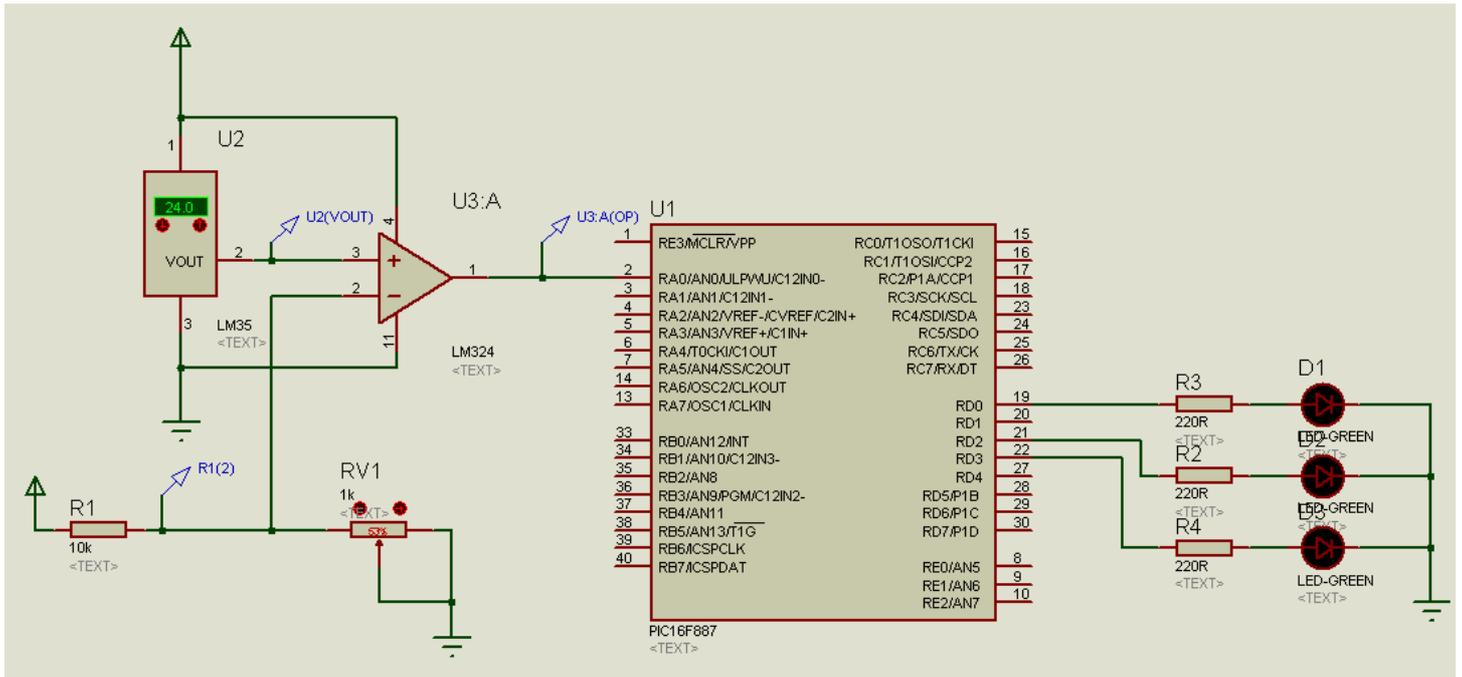

Figura 7.2
**Realizar el siguiente programa y simularlo en PROTEUS , utilizando el circuito de la figura 7.2 El programa lee el valor de la entrada conectada a RA0 cada 20ms, el cual es 1 si la el valor leído por el sensor LM35 es mayor a 25° y cero en temperaturas menores.**
**Ejercicio 5 Realizar el siguiente programa y unicamente simularlo en PROTEUS , utilizando el circuito de la figura 7.2**